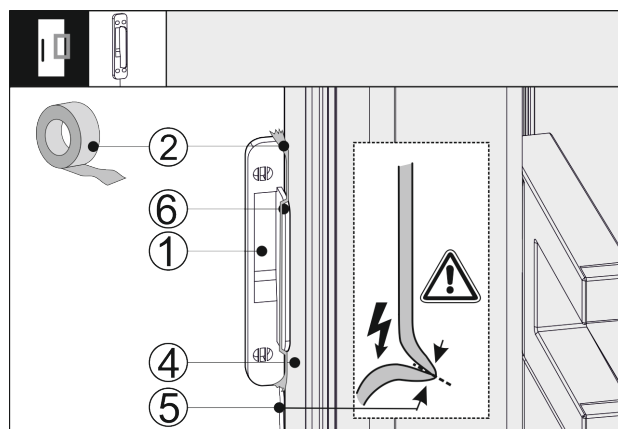

Fig. 41
- Nasadte senzor klepání Fig. 41 (1) z boku na dveře spotřebiče Fig. 41 (4) tak, aby doraz Fig. 41 (6) přiléhal ke dveřím spotřebiče Fig. 41 (4). Kabel senzoru Fig. 41 (5) je lehce napnutý a také přiléhá ke dveřím spotřebiče Fig. 41 (4).
- Upevněte senzor klepání Fig. 41 (1) lepicí páskou Fig. 41 (2). Senzor klepání se později přišroubuje k čelu nábytku.